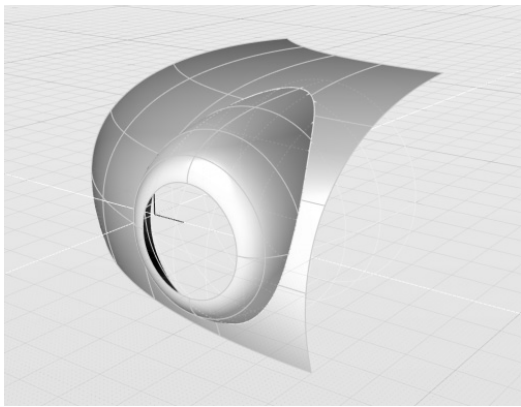

图 4-136 选择需要移除的面
3) 保持上一步交切操作仍处于激活状态，当控制台提示“选择要移除的面”时，单击需要移除的面，按〈Enter〉键或空格键确认，如图 4-136 所示。